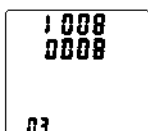

图 4
第 3 屏(图 4)：第一行显示第七路测量的温度是 22 ；第二行显示第八路测量的温度为 22 ；第三行显示第九路测量的温度为 21 ；第四行：03 为 03 屏显示、22 表示当前的环境温度为 22 ；第五行显示当前的时间为 10 点 08 分 20 秒。
6.1.4、设置时间 (图 4)